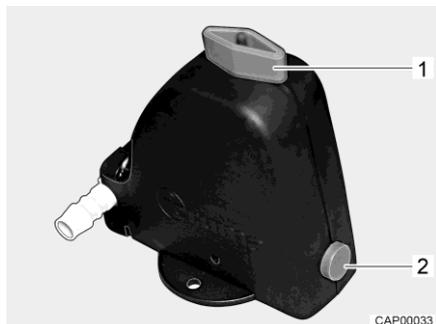

Fig. 252 Valve de sécurité et de vidange (Truma)
- Fermer la valve de sécurité et de vidange (Truma). Tourner pour cela le bouton rotatif (Fig. 252,1) dans le sens transversal par rapport à la valve de sécurité et de vidange et enfoncer le bouton-poussoir (Fig. 252,2). Lorsque la température descend en dessous de 6 °C, la valve de sécurité et de vidange ne peut pas être fermée. C'est pourquoi il faut mettre le chauffage de l'espace habitable en marche et attendre que la température à la valve de sécurité et de vidange remonte au dessus de 6 °C.